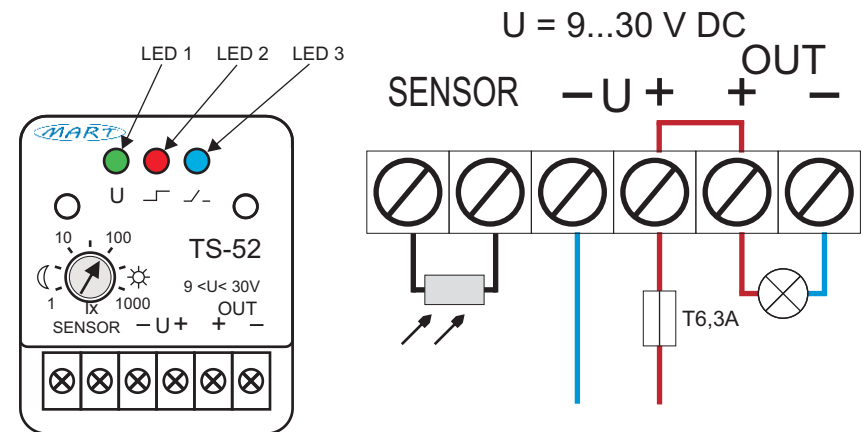

Abb. 2.: Beschreibung der LED-Leuchten an der Gehäusefront und Anschlusspläne des DÄMMERUNGSSCHALTERS TS-52-2.
3. Verbinden Sie die Zuleitungen gemäß dem Diagramm (Abb. 2)